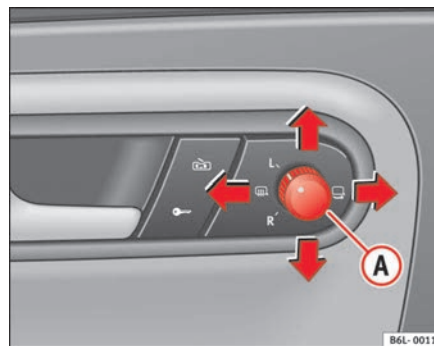

Abb. 71 Drehknopf für Außenspiegeleinstellung
1. Drehen Sie den Drehknopf ⇒ Abb. 71 in Stellung **L (linker Außenspiegel)**.
- Drehen Sie den Knopf auf die Position zum Entfernen von Beschlag  ⇒ Seite 108, Abb. 71.
- Drehen Sie den Drehknopf ⇒ Seite 108, Abb. 71 in Stellung , um die Außenspiegel anzuklappen. Sie sollten die Außenspiegel immer anklappen, wenn Sie eine automatische Waschanlage durchfahren, um Beschädigungen zu vermeiden.